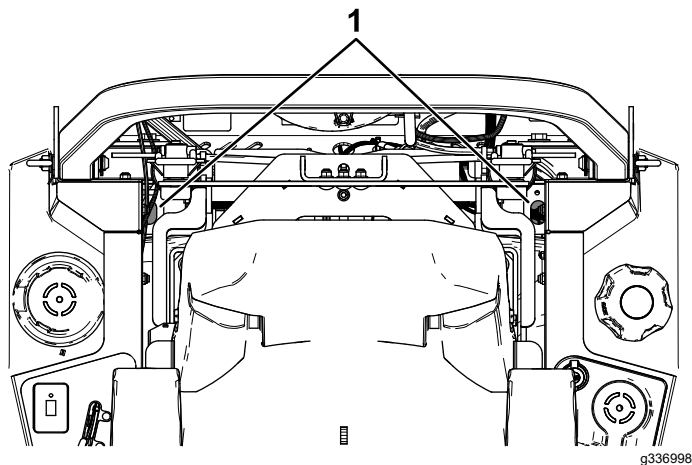

Figura 68
4. Con una prolunga e una bussola da 7/16", accedete al tappo di sfiato dall'alto della macchina attraverso i fori accanto ai supporti del roll bar (Figura 68).